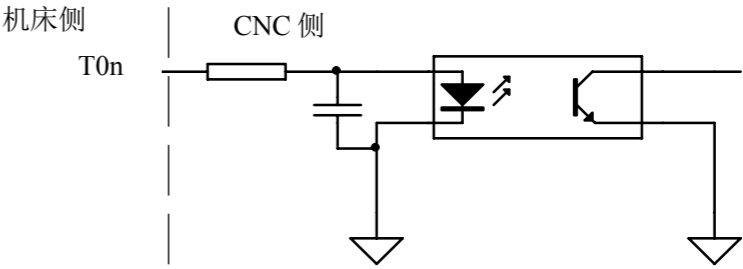

图 2-35
1、T01 ~ T04、TCP 信号采用光藕输入，内部电路图如下图 2-35 所示：